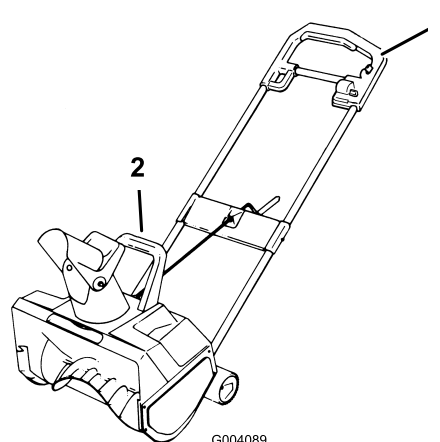

Figure 10
- Pour dégrossir les gros amoncellements de neige, soulevez la souffleuse à neige par le guidon et la poignée inférieure (Figure 10) et placez-la directement sur le tas de neige. Laissez le poids de la souffleuse à neige dégrossir l'amoncellement de neige et travaillez d'arrière en avant.